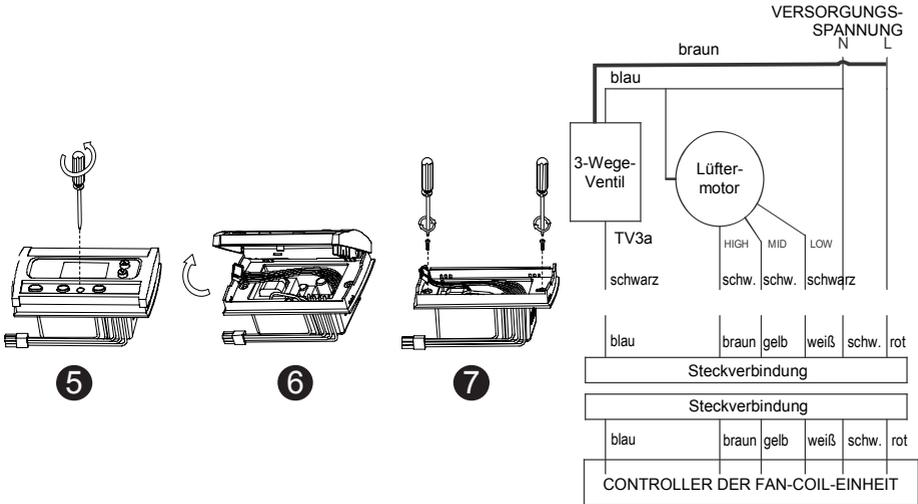

Abb. 1
2. Nehmen Sie die Abdeckung vom Fan-Coil ab, schließen Sie die Leitungen an den Fan-Coil-Klemmen gemäß Abb. 1 an.